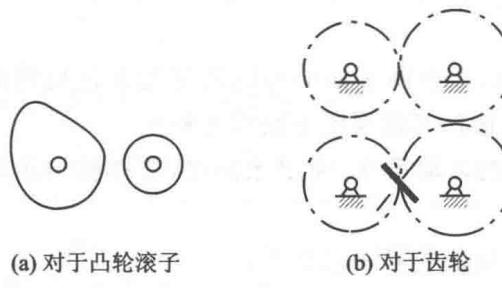

图 1-4 平面高副的运动简图
④ 平面高副:当两构件组成平面高副时,在其运动简图中应画出两构件接触处的曲线轮廓,对于凸轮、滚子,习惯画出其全部轮廓,如图 1-4(a)所示;对于齿轮,常用点画线画出其节圆,如图 1-4(b)所示。